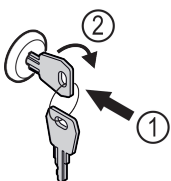

Fig. 57
- ▶ Włożyć kluczyk Fig. 57 (1).
- ▶ Przekręcić kluczyk o 90° w prawo Fig. 57 (2).